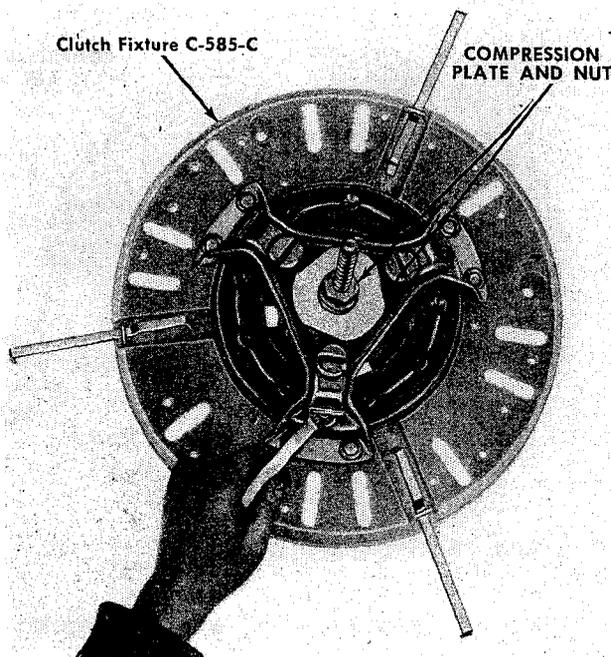

Fig. 138 Zerlegen der Auburn - Kupplung
2. Lege das Druckplättchen der Einstellplatte so über den im Mittelpunkt der Einstellplatte stehenden Bolzen, dass es gleichmäßig auf die drei Ausrückhebel drückt. Siehe Fig. 138.